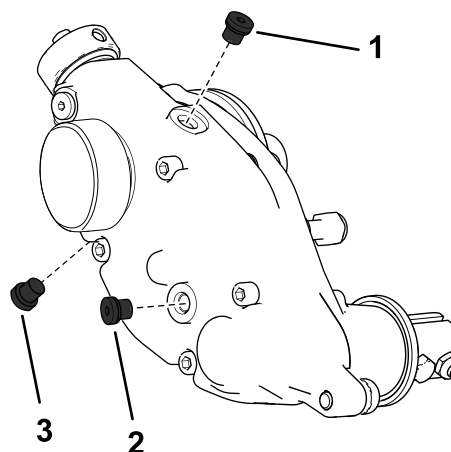

Figura 22
2. Îndepărtați bușonul de golire din partea inferioară a carcasei (Figura 22).
3. Îndepărtați bușonul de umplere de pe partea laterală a carcasei și slăbiți bușonul de aerisire din partea de sus, astfel încât aerul să poată trece (Figura 22).
7. Montați buoul de golire (Figura 22).